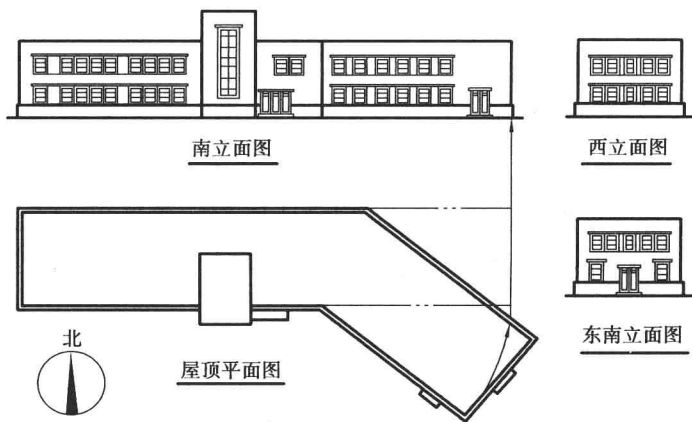

图 1.2 旋转视图、斜视图
(2) 旋转视图、斜视图 旋转视图是指当实体上某一部分的结构形状是倾斜的,且不平行于任何基本投影面,而该部分又具有回条件时,假想将该实体的倾斜部分先旋转转到与某一选定的基本投影面平行后,再进行投影所得的视图称为旋转视图。如图 1.2 所示,房屋的右端向东南方向延伸,朝向西南。现假想房屋的右端部分按旋转法旋转成正位置向 Y 面投影,使得南立面的右端反映房屋右端朝向西南的立面的真实形状。